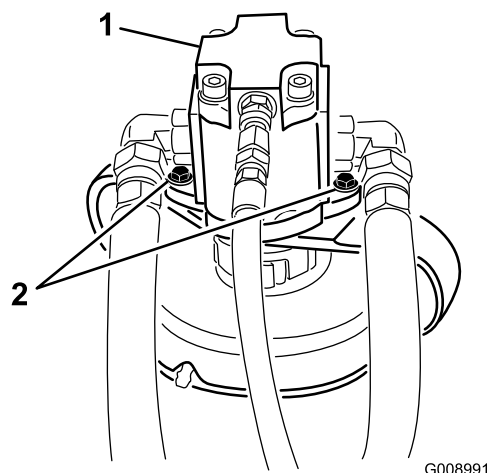

Рисунок 82
5. Выверните болты крепления гидроцилиндра к деке газонокосилки (Рисунок 82).
3. Выверните болты крепления гидроцилиндра к деке газонокосилки (Рисунок 82).